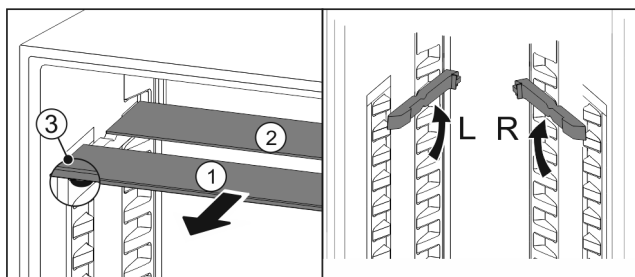

Fig. 131
- Посуньте Fig. 131 (1) скляну панель вперед.
- Скляна панель Fig. 131 (1) з декоративною планкою лежить спереду.
- Стопори Fig. 131 (3) показують вниз.